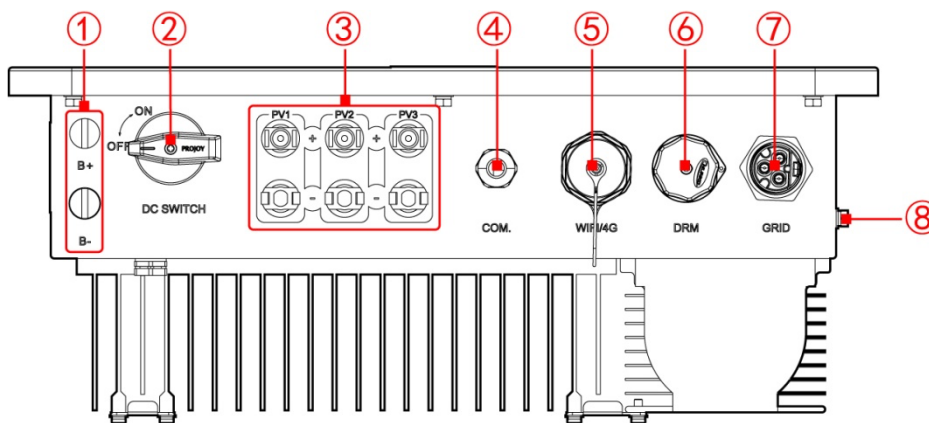

Figura2-4 Layout da parte inferior
Os terminais externos estão todos localizados na parte inferior do inversor, incluindo a entrada fotovoltaica, a saída CA, o interruptor CC e a interface de comunicação, etc., como exibido na Figura2-4.
O interruptor CC (como exibido no ② da Figura2-4) conecta o inversor com a string fotovoltaica.